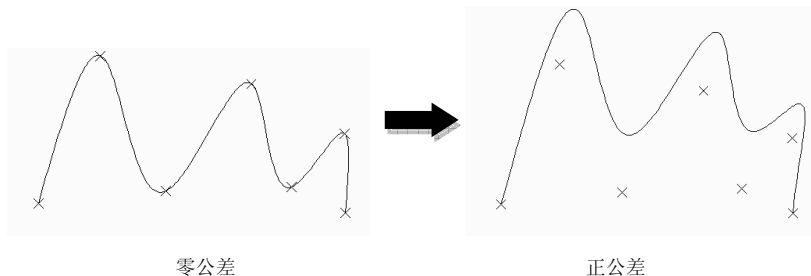

图 3-27 拟合公差
(5) 清理 (P): 从图形数据库中删除样条曲线的拟合数据。清理样条曲线的拟合数据后，将显示不包括“拟合数据”选项的命令主提示。
(6) 相切 (T): 编辑样条曲线的起点和端点切向。如果样条曲线闭合，提示变为“指定切向或 [系统默认(S)]”。 “系统默认”选项将在端点处计算默认切向。可以指定点或使用“切点”或“垂足”对象捕捉模式，使样条曲线与现有的对象相切或垂直。
(7) 公差 (L): 使用新的公差值将样条曲线重新拟合至现有点，当公差为零时，样条曲线经过控制点，如图 3-27 所示。选择该选项后，命令行显示：